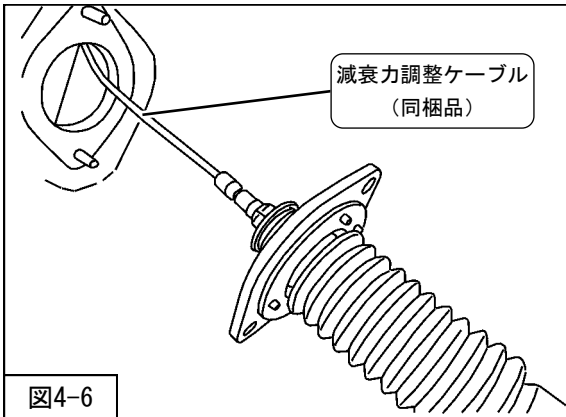
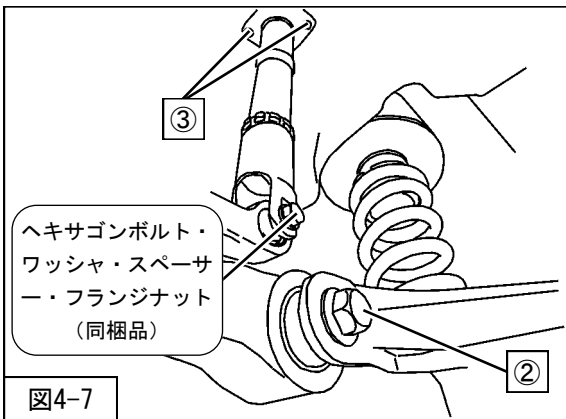
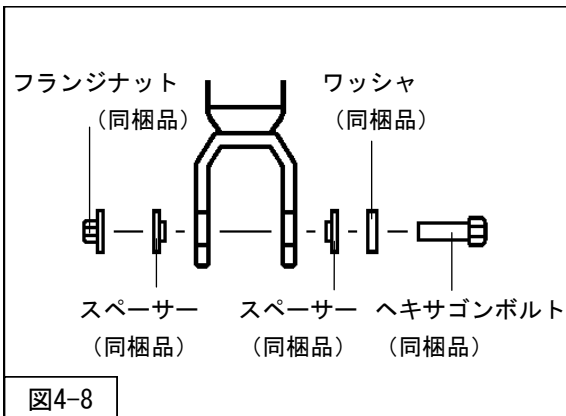

図4-6
図4-7
図4-8
7. アッパープレートとボディの間にシート(同梱品)を挟み、ボディの穴へ減衰力ケーブルを通しリアショックアブソーバASSY(同梱品)③リアショックアブソーバASSYアッパー取付ナット(締付トルク:26~30N・m)を車両に取付けてください。(図4-6・図4-7)
8. ②ロアリンク取付ボルト・ナット(締付トルク:65~80N・m)を取付けてください。(図4-7)
フランジナット(M12・同梱品)(締付トルク:100~120N・m)を取付けてください。(図4-7・図4-8)